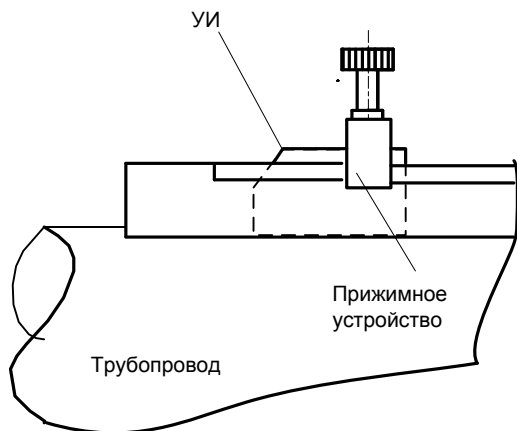

рис. 2
11.3.3. На рабочую поверхность излучателя УИ1(+V) нанести слой смазки толщиной  $0,5 \div 1,5$  мм и вставить его в установочный профиль, при этом стрелка на излучателе должна совпадать с направлением движения потока жидкости и излучатель УИ1(+V) должен быть выше по течению, чем излучатель УИ2(-V). Излучатель плотно прижать рукой к предварительно зачищенной поверхности трубопровода и немного подвигать вперед-назад, чтобы раздавить слой смазки. Затем излучатель прижать к поверхности трубопровода прижимным устройством (см. рис. 2) так, чтобы верхний скос крышки был напротив риски на трубе.